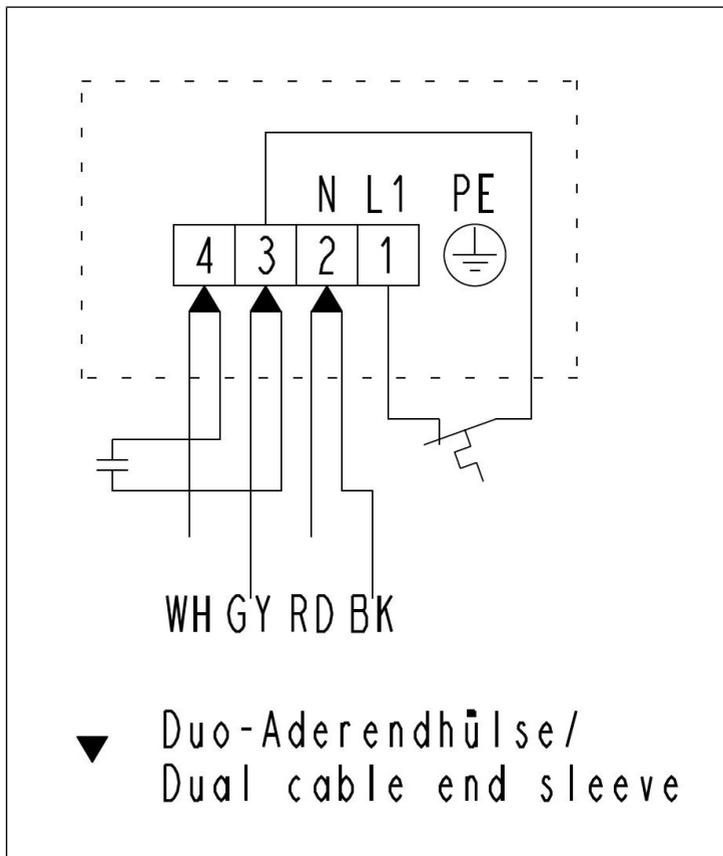

Abb.10: Elektrische Verschaltung der .16-Ausführung
4. Schließen Sie das Netzkabel an den Anschlüssen L 1 und N der Lüsterklemmen an (siehe Abb. 10).